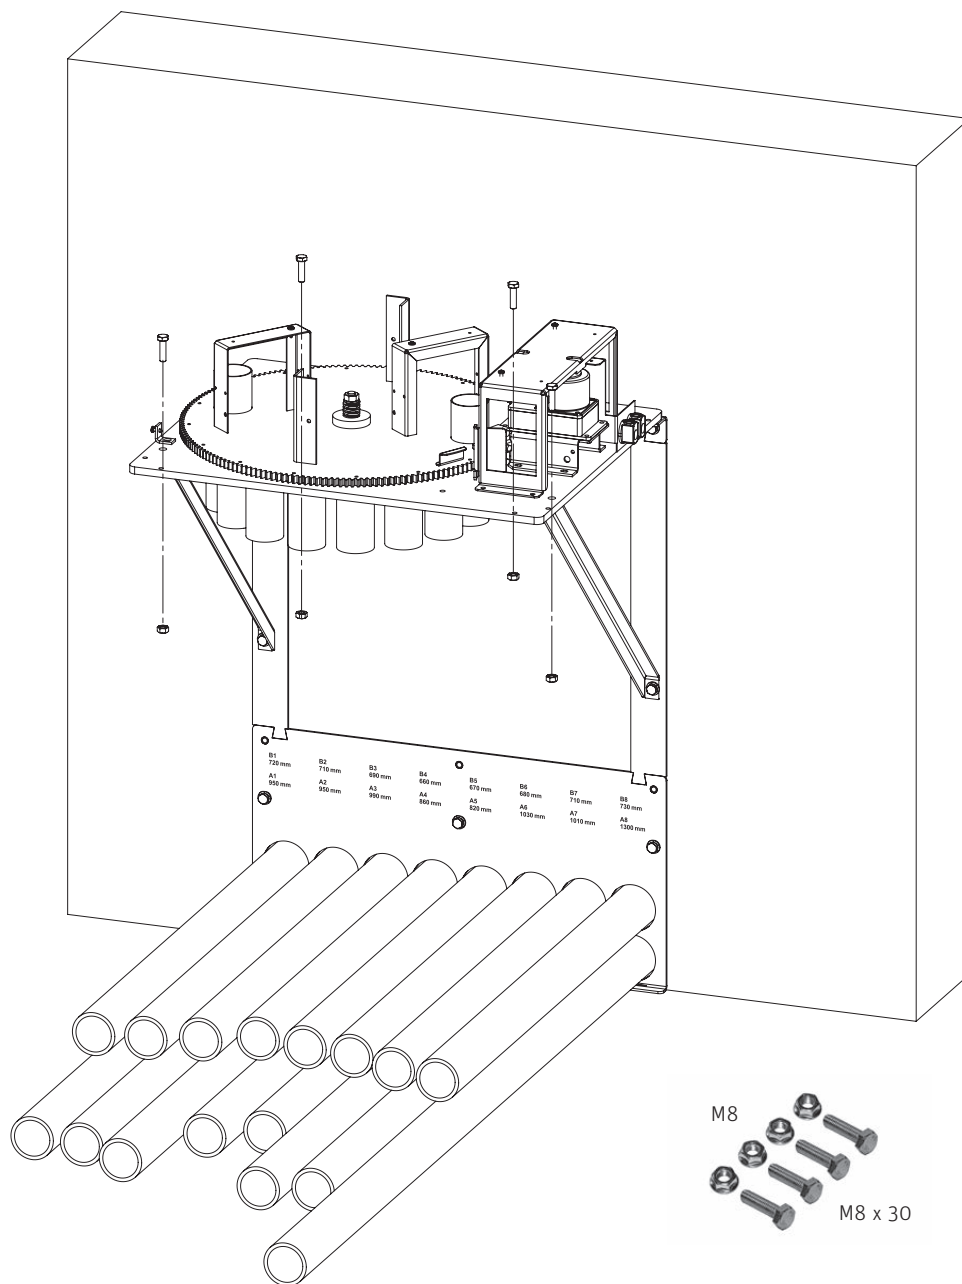

Fig. 23 Montage de l'unité de commutation
- Fixer l'unité de commutation sur l'équerre de montage et les appuis avec resp. 4 vis à six pans a dents de blocage M8x30 et des écrous à dents de blocage M8 – Fig. 23.